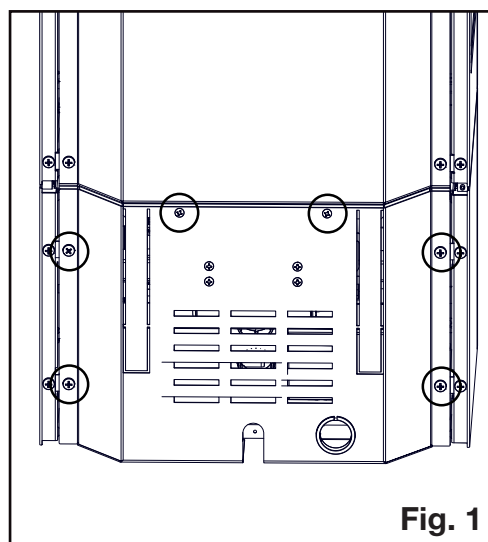

Fig. 1
2. Retirez les 6 vis fixant le panneau arrière inférieur, en veillant à ne tirer aucun fil (**Fig. 1**).